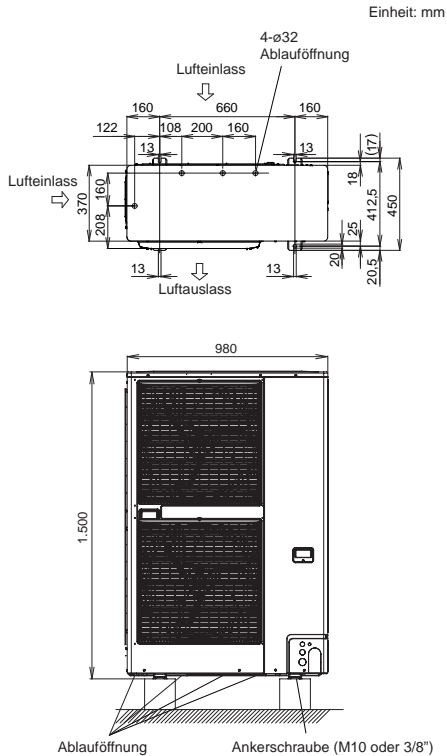

Abb. 3-1
- Siehe Abb. 3-1 bezüglich der Ankerschrauben-Abmessungen.
- Bezüglich Ablauföffnungsabmessungen siehe Abb. 3-1.